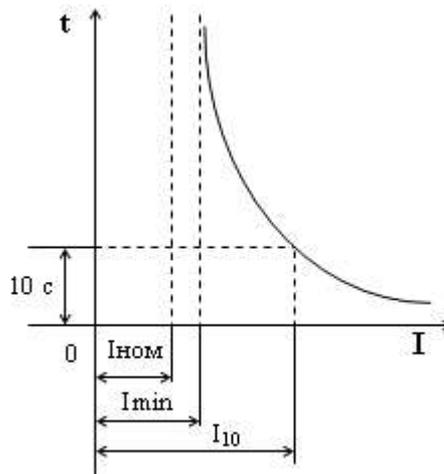

Рис. 1. Зависимость времени перегорания плавкой вставки от силы тока
■ Рис. 1. Отклонения напряжения
Основной характеристикой плавкой вставки является зависимость времени ее перегорания от тока (рис. 1). Здесь, $I_{ном}$ – номинальный ток плавкой вставки, при котором она работает длительно, не нагреваясь выше допустимой температуры; I_{min} – наименьший ток, расплавляющий вставку в течение длительного времени (1-2 ч); I_{10} –ток, при котором расплавление вставки и отключение сети происходит через 10 с, после установления тока. Токи плавкой вставки связаны соотношением